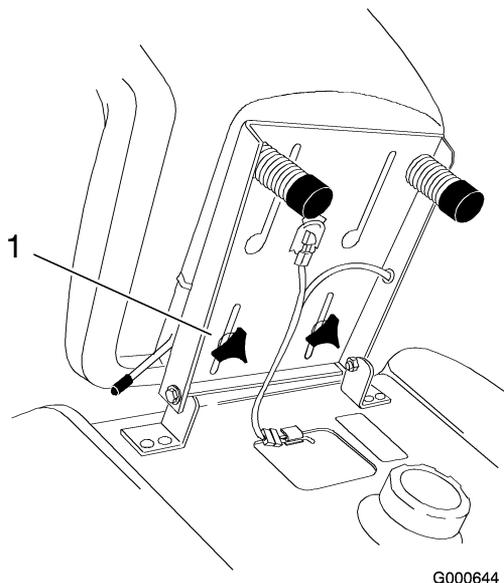

Figure 24
1. Soulevez le siège et desserrez les boutons de réglage (Figure 24).